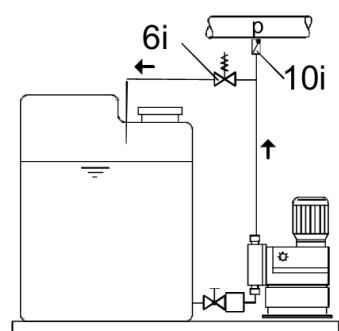

Рис. 9
- Для защиты дозирующего насоса и нагнетательной линии от повышения избыточного давления, установите предохранительный клапан (6i) в нагнетательную линию (Рис. 9).